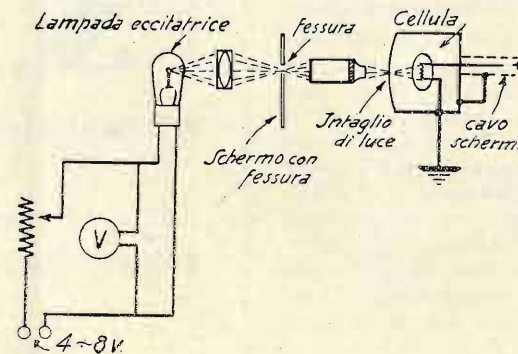

Fig. 3
(1). — L'intaglio di luce che proiettato sulla registrazione l'attraversa restando modulato e colpisce la cellula fotoelettrica, è prodotto da un complesso ottico lampada eccitatrice-cannocchiale, schematicamente visibile in fig. 3.